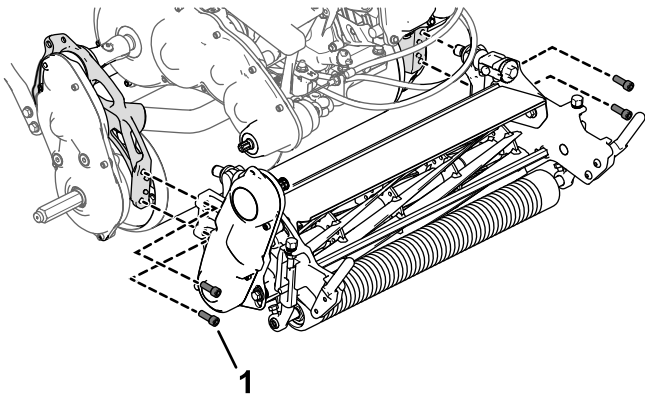

Figura 6
1. Utilize quatro parafusos de cabeça sextavada interior para instalar a unidade de corte na estrutura (Figura 6).